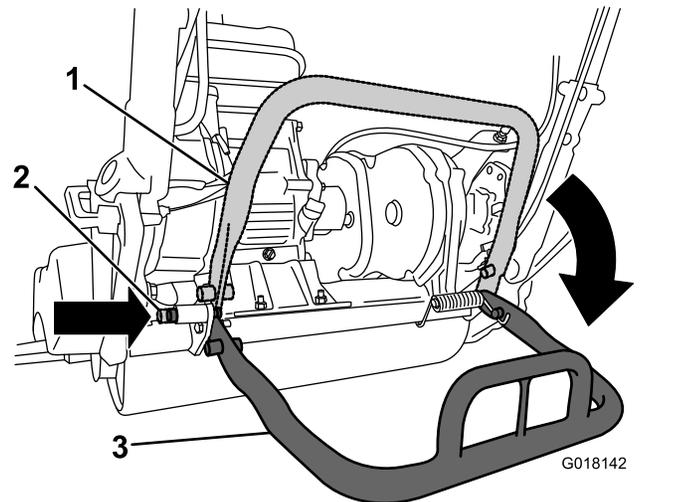

図 5
2. キックスタンドを下げ、ロックピンを差し込んでキックスタンドを整備位置に固定する **図 5**。キックスタンドをロックして機体を支える。